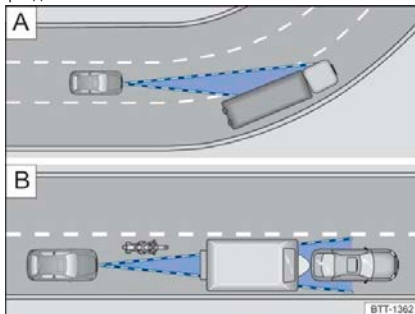

Рисунок 91 А Поворот во время движения;
Радарные датчики всегда проводят линейное обнаружение. В результате может внезапно распознаться автомобиль на крутом повороте или не распознаться впереди идущий автомобиль → Рисунок 91 А.
- Транспортное средство движется вне зоны действия датчика и в непосредственной близости от автомобиля, например: мотоцикл → рис. 91 Б.